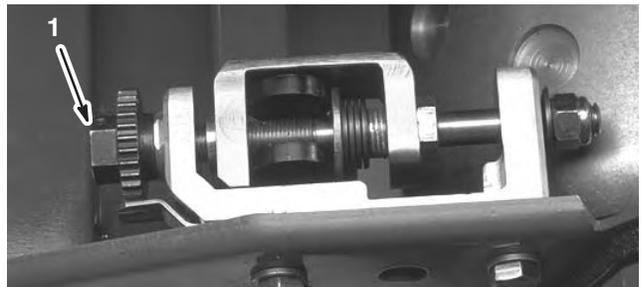
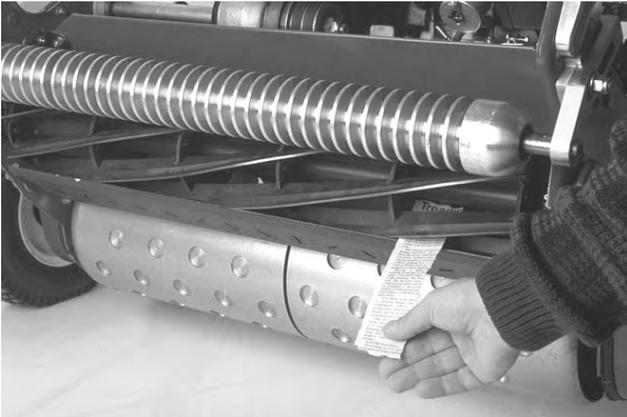

Bild 10
Bild 12
2. Drehen Sie die Einstellschrauben des Untermesserträgers entgegen dem Uhrzeigersinn (Bild 10 oder 11). Dies stellt sicher, dass die Spindel das Untermesser nicht berührt.
4. Führen Sie an einer Seite der Spindelvorderseite einen langen Streifen Papier zwischen der Spindel und dem Untermesser ein (Bild 12). Drehen Sie die Spindel langsam vorwärts. Drehen Sie gleichzeitig die Einstellschraube des Untermesserträgers im Uhrzeigersinn (an demselben Ende der Spindel um jeweils einen Klick, bis das Papier an einer Seite der Spindel leicht festgehalten wird, wenn es von vorne parallel zum Untermesser eingeschoben wird. Das führt zu einem leichten Widerstand, wenn Sie am Papier ziehen) (Bild 10 oder 11).
6. Vergewissern Sie sich nach dieser Einstellung, dass die Spindel Papier einklemmen kann, das von vorne eingeführt wird, und Papier schneiden kann, das im rechten Winkel vom Untermesser eingeführt wird (Bild 12). Papier müsste sich mit minimalem Kontakt zwischen Untermesser und Spindelmessern schneiden lassen. Wenn der Spindelwiderstand zu hoch ist (mehr als 0,79 Nm), schärfen oder fräsen Sie das Mähwerk, um die für genaues Schneiden erforderlichen scharfen Kanten zu erhalten. Weitere Informationen finden Sie in der Toro Bedienungsanleitung für das Schärfen der Spindeln.